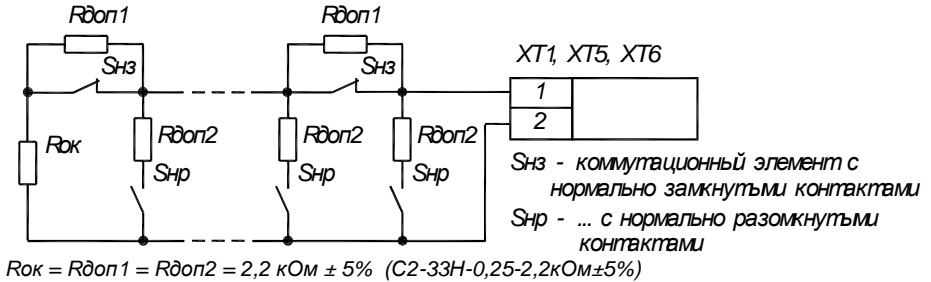

Рис.2.2. Подключение датчиков дверей, заряда и СДУ.
2) Подключение датчиков контроля дверей к входу ХТ1, датчиков контроля заряда к входу ХТ6, выхода СДУ к входу ХТ5 осуществляется согласно схеме на рис. 2.2. Описание и характеристики указанных входов приведены в п.п. 1.2.5.1, 1.2.5.4.